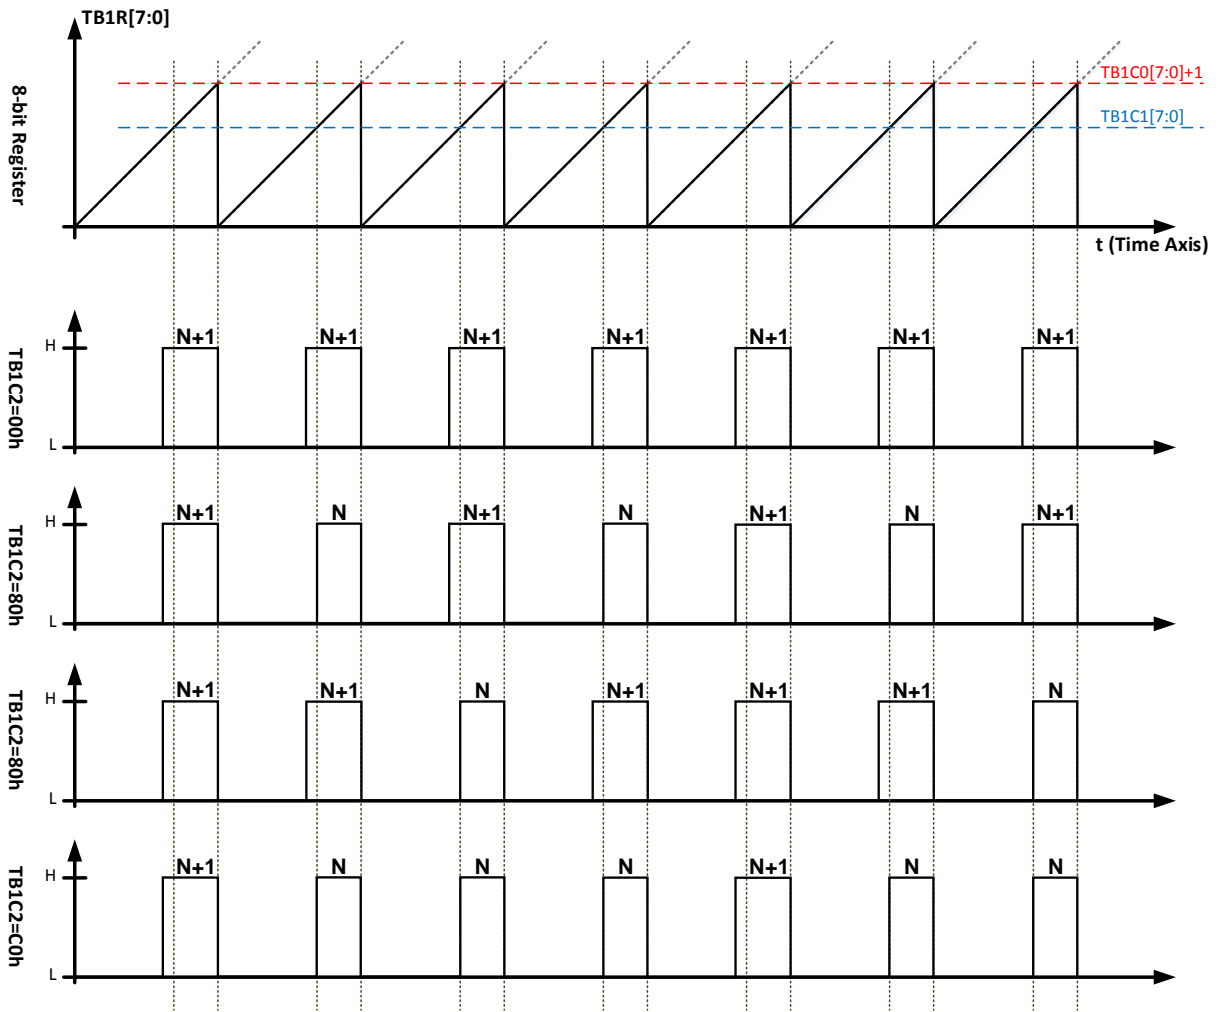

图 12-10 PWM5O 输出波形示意图 1
- 下表 12 -2、图 12-10 与图 12-10 部分列出 TB1C2[7:0]在不同设置下, 8+8-bit PWM 波形变化以供使用者参考。